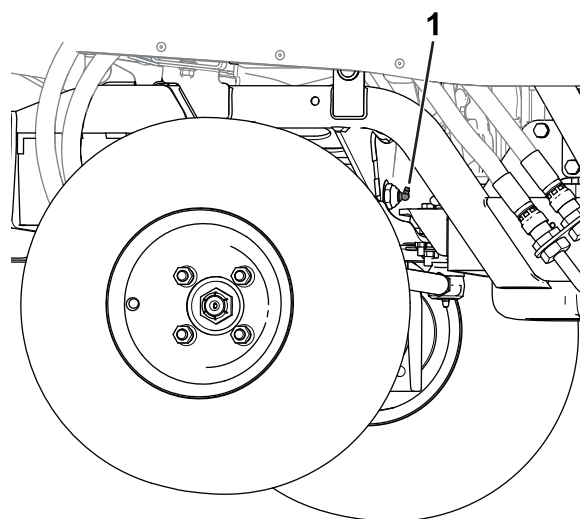

Figura 49
- Știft de pivotare ax (Figura 49)